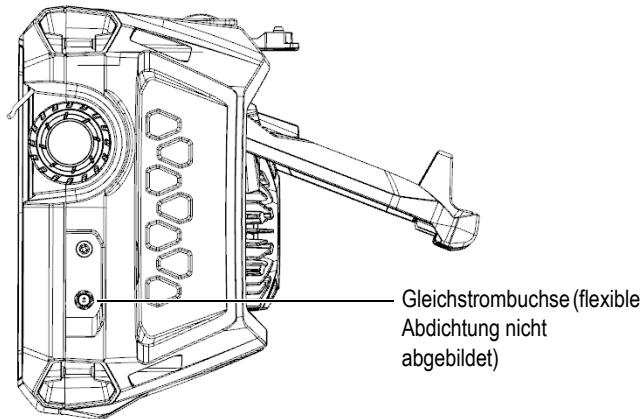

Abbildung 3-1 Gleichstrombuchse für das Netzteil/Ladegerät
2. Öffnen Sie an der rechten Geräteseite des OmniScan X3 die flexible Gummiabdichtung, um die Gleichstrombuchse freizulegen (Abbildung 3-1 auf Seite 44).